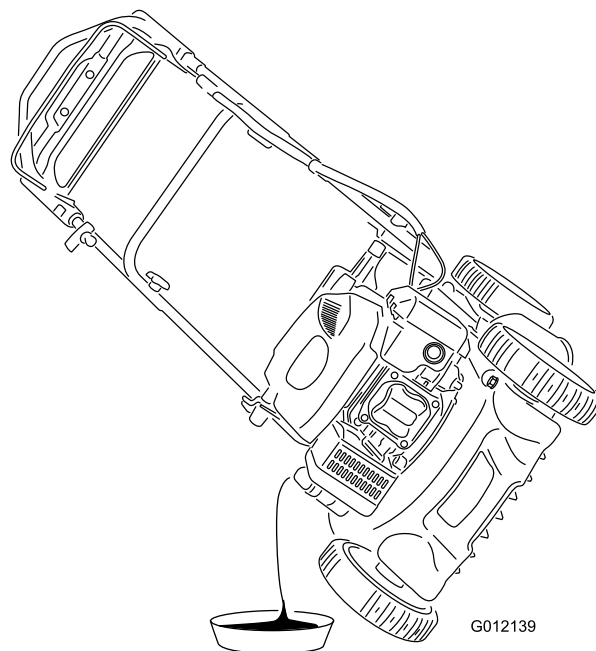

Рисунок 22
4. Для слива отработанного масла через маслозаливную горловину в сливной поддон наклоните машину на одну сторону так, чтобы масломерный щуп был направлен вниз (Рисунок 22).